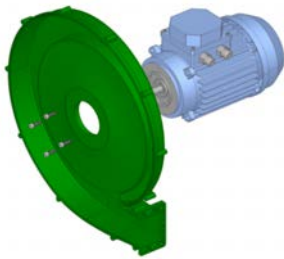

FIGURA 3
1. Fije el motor eléctrico a la carcasa del motor, apriete con 4 tornillos de cabeza baja M6x20 UNI 9327 (pernos y pernos suministrados) con un par máximo de 8 Nm (FIGURA 3);